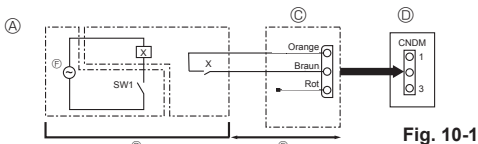

Fig. 10-1
10.1. Lärmenschutzmodus (Veränderung vor Ort) (Fig. 10-1)